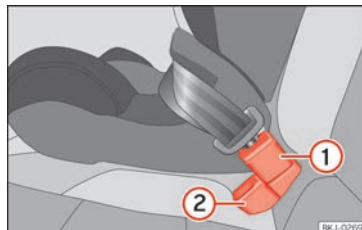

Abb. 40 Position des Gurtschlössers auf der Rücksitzbank
- ① Gurtschloss für den mittleren Sitzplatz
- ② Gurtschloss für den äußeren Sitzplatz
- Gurtschloss für den mittleren Sitzplatz >>> **[Abb. 40]** ① hinter dem Gurtschloss für den äußeren Sitzplatz >>> **[Abb. 40]** ② anbringen.
- Schlosszunge des Sicherheitsgurts des mittleren Sitzplatz in das Gurtschloss für den mittleren Sitzplatz >>> **[Abb. 40]** ① stecken, bis es hörbar einrastet.
- Damit die Gurte richtig eingelegt sind, sollten die Gurtschlösser nicht verdreht werden >>> **[Abb. 40]**.